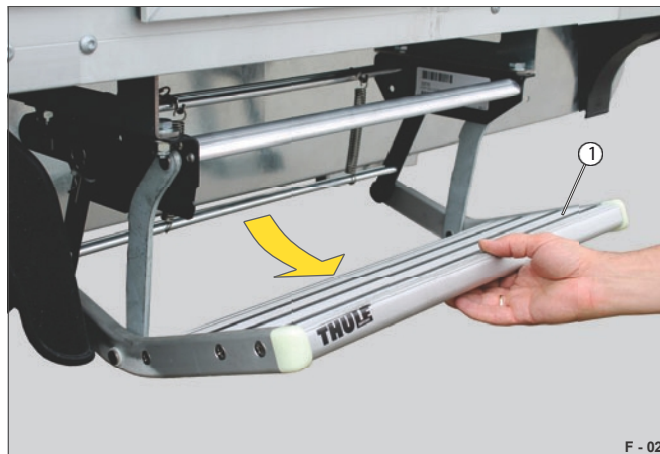

Fig. 19 Trinet svinges ud
- Træk trinnet ud (fig. 19/1).